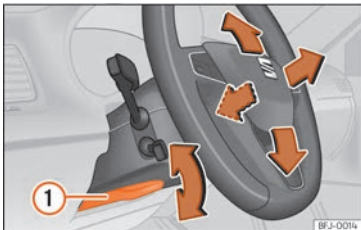

Abb. 24 Hebel auf der linken unteren Seite der Lenksäule.
- Lenkradposition einstellen: Ziehen Sie den Hebel »» **Abb. 24** ① nach unten, bringen Sie das Lenkrad in die gewünschte Position und schieben Sie den Hebel wieder nach oben, bis er seine Verriegelungsposition erreicht.